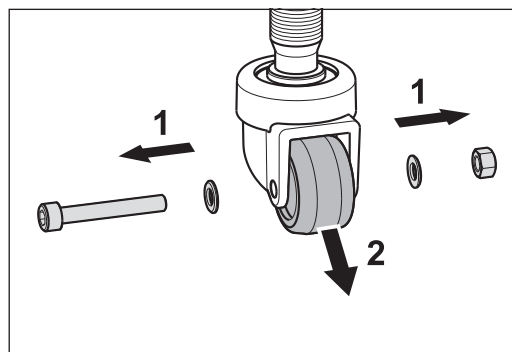

Abb. 68 Die Schraube, die Scheiben und die Mutter entfernen (1) und das Laufrad aus der Radgabel ziehen (2).
- Entfernen Sie von der Radgabel die Schraube mit den Scheiben und der Mutter (Abb. 68, 1).
- Ziehen Sie das Laufrad aus der Radgabel (Abb. 68, 2)